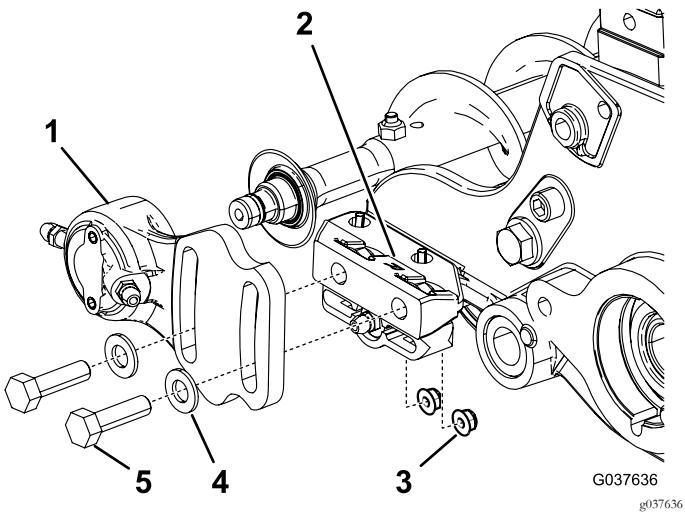

Bild 16
1. Wenn eine Rollenbürste an der Schneideeinheit montiert ist, entfernen Sie die zwei Schrauben, Scheiben und Muttern, mit denen das nicht angetriebene Lagergehäuse an der Befestigungshalterung des Lagergehäuses befestigt ist (Bild 16).